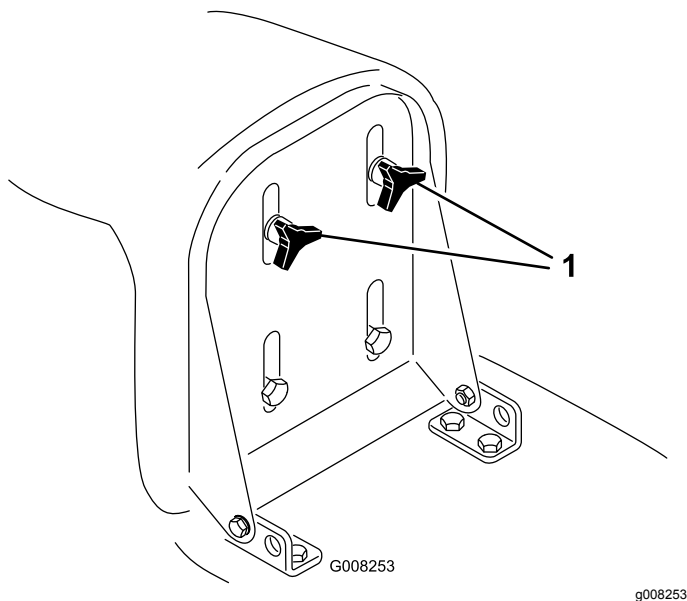

Figure 6
1. Soulevez le siège et desserrez les boutons de réglage (Figure 6).